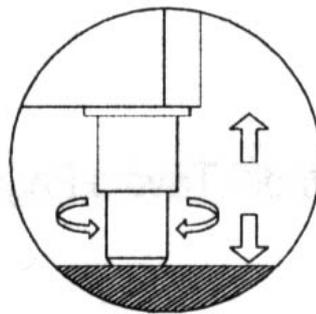

Fig.1
- positionner l'appareil en utilisant un niveau avec un éventuel réglage des pieds de la base métallique (pour les modèles doués des pieds réglables) (Fig. 1)